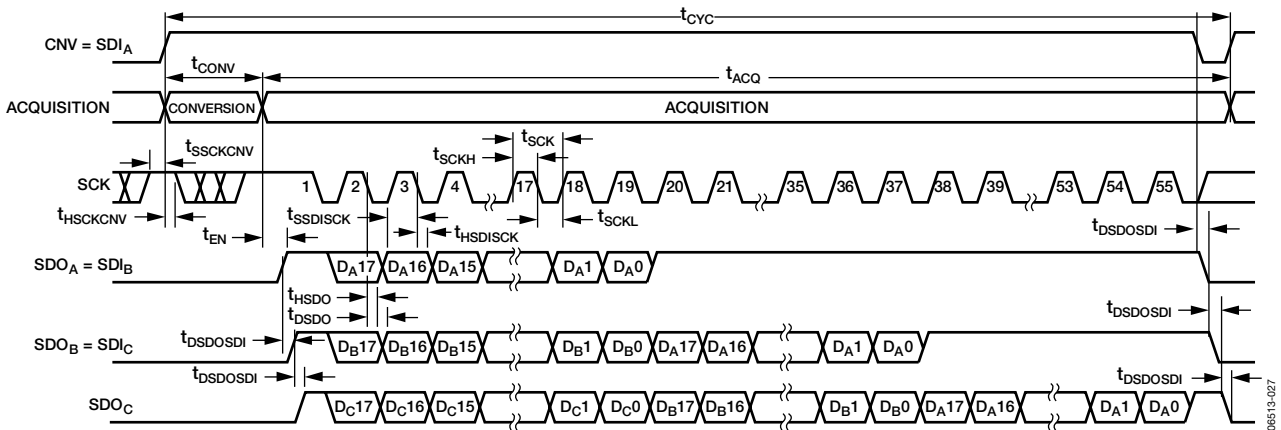

図40. ビジー・インジケータを使用するチェーン・モードのシリアル・インターフェース・タイミング
- チェーン・モードでは、CNVの立上がりエッジでSCKがハイレベルのとき（図40）